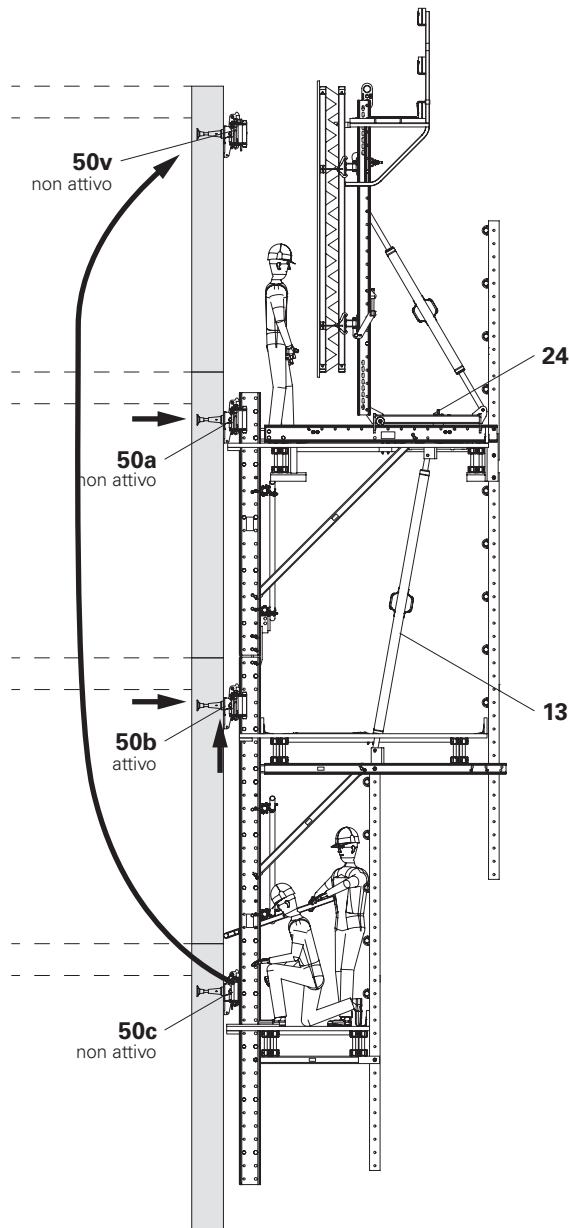

Fig. D6.01
4. Rimuovere il dispositivo a parete e quello di sospensione (**50c**) nella zona della piattaforma finale e montarli preventivamente sulla nuova sezione di getto. (**50v**) (Fig. D6.01)